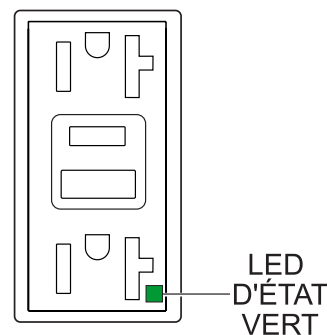

Figure 69. Réceptacle du GFCI (ALLUMÉ)
3. Vérifiez que le voyant d'état (LED) du réceptacle GFCI correspondant (Figure 69) est allumé (VERT).